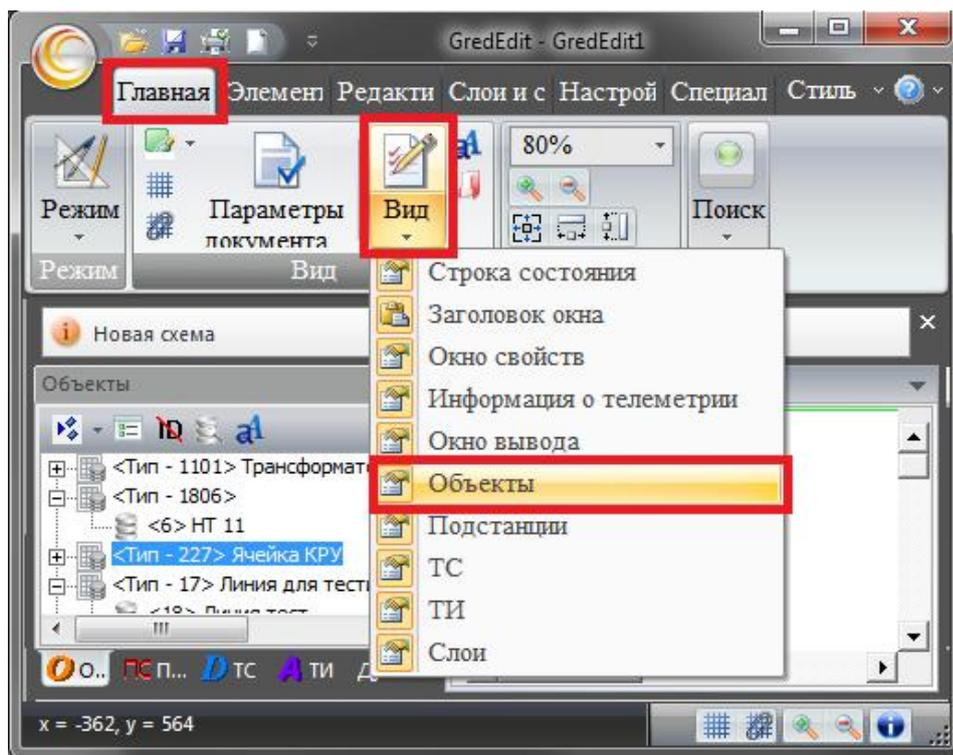

Рисунок 432 – Вызов окна «Объекты»
- вызвать окно «**Объекты**», в меню «**Вид**» (рисунок 432);